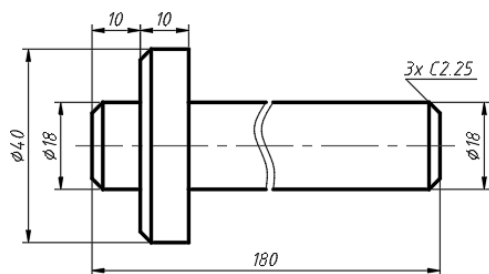

图 8-82 原始图形
- 1 打开“折弯标注即学即练.dwg”文件,原始图形如图 8-82 所示。